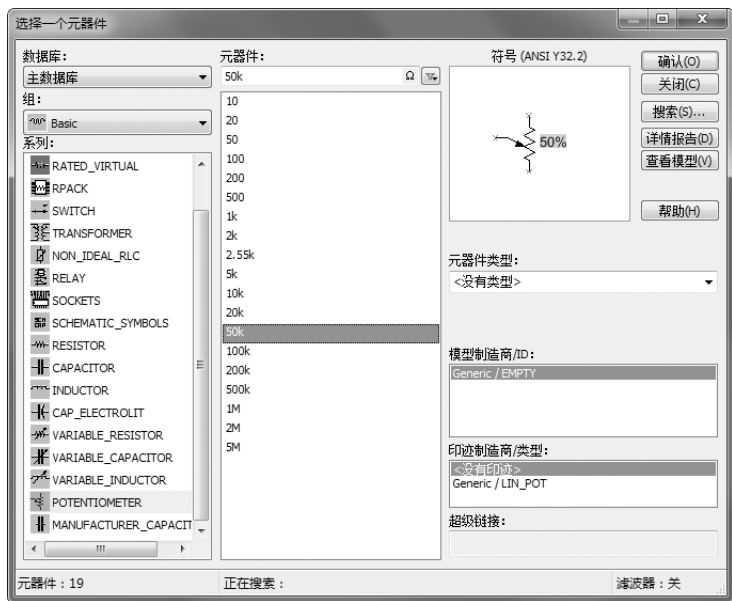

图 3-71 选择不同阻值的元器件
③ 单击“确认”按钮，返回“选择一个元器件”对话框，显示搜索结果所在库路径，如图 3-70 所示，在左侧列表框中单击该选项，显示该电位器列表中不同阻值的元器件，选择电路需要的“50 k”，如图 3-71 所示。